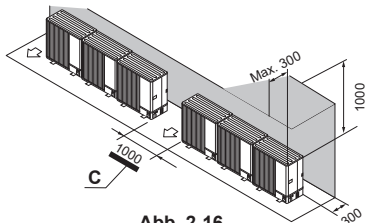

Abb. 2-16
- (2) Hindernisse oder unzugängliche Oberfläche nur auf Rück- und Oberseite (Abb. 2-16)
C: Freiraum (Abb. 2-16)